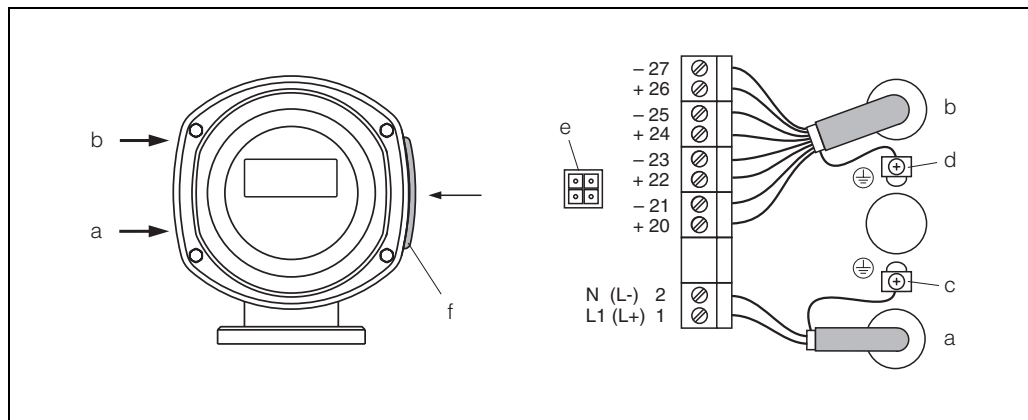

Fig. 19: Conectando o transmissor (suporte de campo de aço inoxidável); seção do cabo: máx. 2.5 mm²
- Diagrama do cabeamento (suporte de aço inoxidável) → Fig. 19